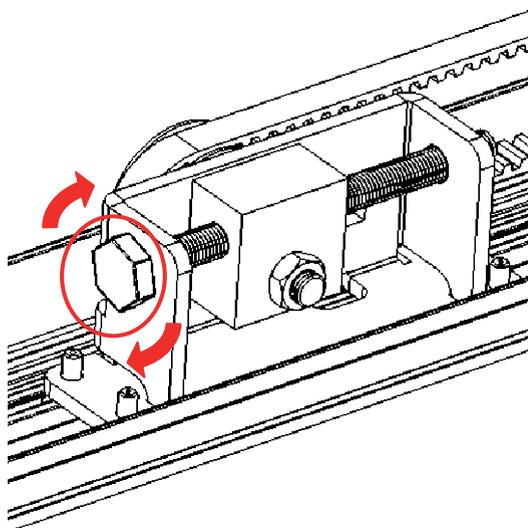

Figura 26: Aperte a correia com o parafuso tensor.
6. Gire o parafuso tensor no sentido horário (Figura 26) para colocar tensão na correia. Pare quando a correia estiver puxada reto e não se dobrar.